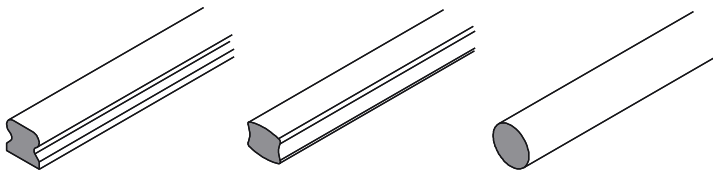
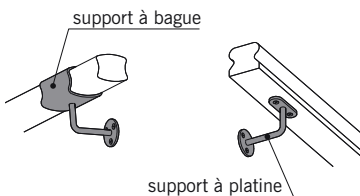

fig. 13.42
fig. 13.44
■ La **main courante** (fig. 13.42 et 13.43) : partie supérieure d'un garde-corps ou d'une rampe. La main courante peut constituer la lisse supérieure ou être fixée sur celle-ci. Elle peut être aussi indépendante et fixée au mur de la cage d'escalier par l'intermédiaire de supports (fig. 13.44).